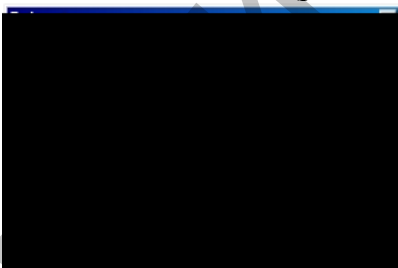

Рис. 7.24. Создание объекта ссылки
4. С помощью кнопки  палитры инструментов создайте объект ссылки. Внесите имя объекта внешней ссылки «Компоненты» (рис. 7.24).